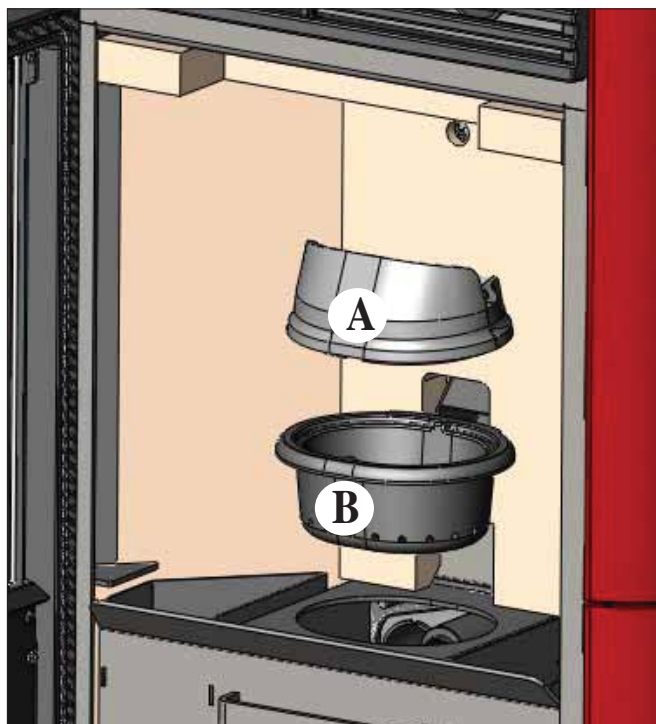

fig. 1
Después de la limpieza normal, el INCORRECTO acoplamiento del crisol superior (A) al crisol inferior (B) (fig.1) puede poner en peligro el funcionamiento de la estufa.